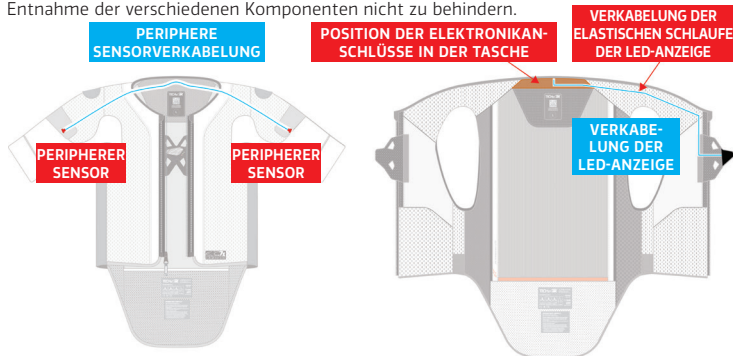

Abbildung 15: Position der elektronischen Komponenten auf der oberen Textilschicht des Systems (1)
2. Lösen Sie die elektronischen Komponenten. Entfernen Sie die verschiedenen elektronischen Komponenten (einschließlich der LED-Anzeige (2) und der peripheren Sensoren), indem Sie sie von der oberen Textilschicht (1) trennen (Abbildung 15). Um die LED-Anzeige (2) zu entfernen, öffnen Sie den Klettverschluss unter dem vorderen Verschluss (3) und führen Sie die LED-Anzeige (2) vorsichtig durch die Öffnung in der Weste. Seien Sie beim Entfernen der LED-Anzeige (2) vorsichtig, wenn Sie die elektronische LED-Platine durch die elastische Schlaufe (im Schulterbereich) führen, die für die korrekte Positionierung des Kabels verwendet wird. Um die peripheren Sensoren zu entfernen, öffnen Sie den Klettverschluss im Schulterbereich und nehmen Sie die Sensoren aus ihren Taschen. Öffnen Sie schließlich die Tasche im oberen Rückenbereich und öffnen Sie den Klettverschluss sehr weit, um die Entnahme der verschiedenen Komponenten nicht zu behindern.